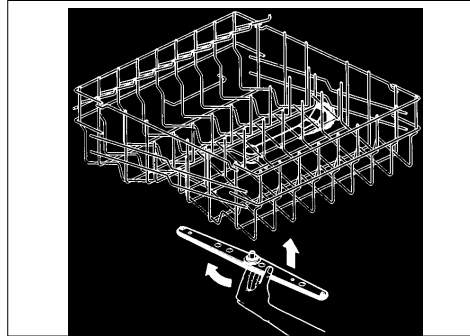

fig. 11
- Neem de bovenste sproeiarm uit door deze – met een draaiende beweging – rechtstandig naar beneden te trekken (zie fig. 11).